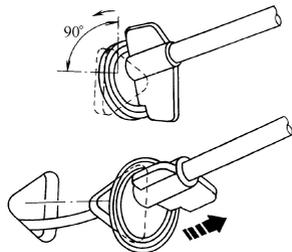

图 1-26 拉出节气门拉索定位件
- 9) 如图 1-26 所示，将节气门拉索定位件按逆时针转动约 90°，然后按箭头方向将其从压力舱的车身前板上拉出。